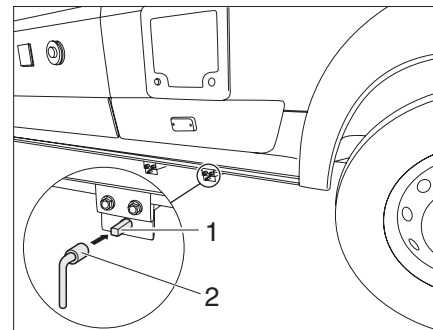

Fig. 99 Utilizzo del rubinetto di scolo delle acque grigie
- ▶ Inserire la chiave (Fig. 99,2) sul perno quadro (Fig. 99,1).
- ▶ Per aprire il rubinetto di scolo delle acque grigie ruotare il perno quadro (Fig. 99,1) di un quarto di giro in senso antiorario.